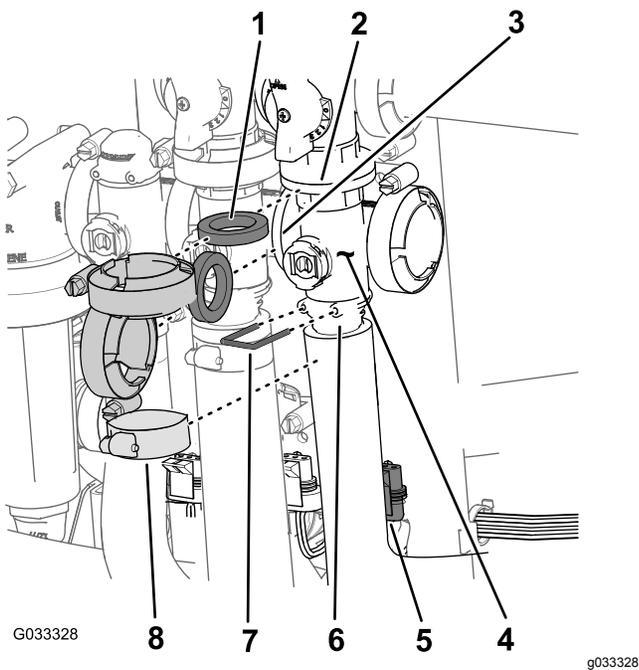

Figura 66
- Retire as braçadeiras e as juntas que fixam o coletor da válvula da rampa principal (Figura 66) à válvula de distribuição da rampa principal, válvula de agitação e válvula do coletor da rampa principal (na extremidade do tubo do fluxímetro).
- Retire o retentor que fixa a união exterior ao coletor da válvula da rampa principal (Figura 66).